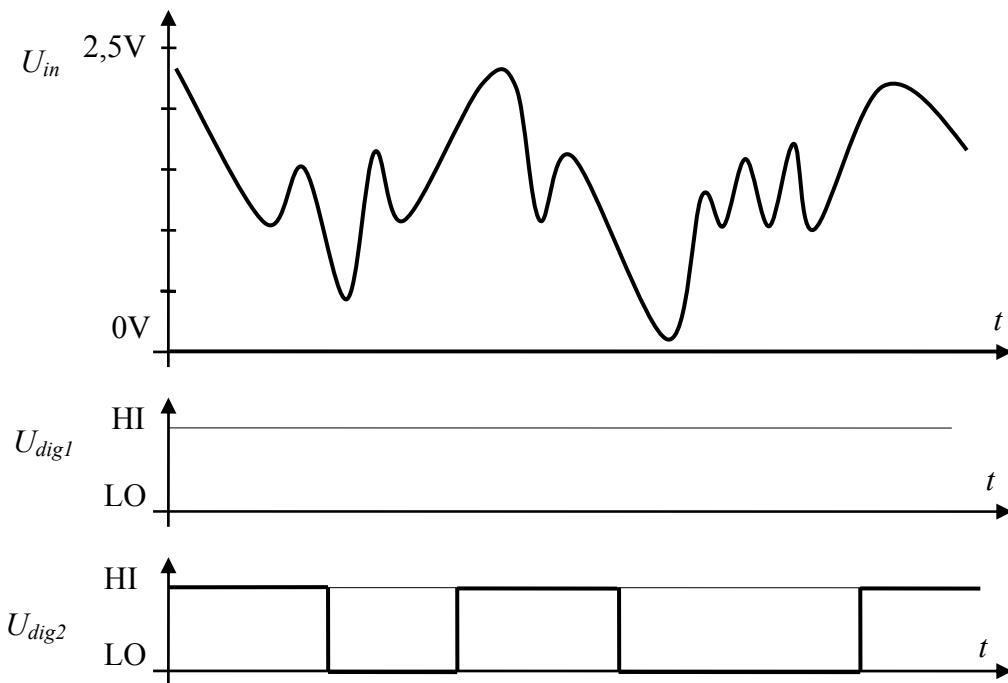

Abbildung 3.1
In Abbildung 3.1 ist ein analoger Spannungsverlauf  $U_{in}$  gegeben.
- Dieses Signal  $U_{in}$  wird an einen Eingang eines digitalen Gatters mit Schwellwert  $U_{th} = 1,5V$  (ohne Hysterese) gelegt. Ergänzen Sie in Abbildung 3.1 den Spannungsverlauf  $U_{dig1}$  nach der Digitalisierung!